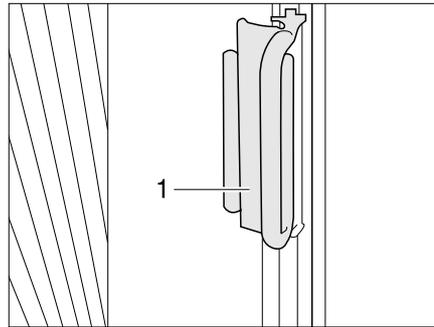

Bild 82 Griff faltverdünkung für die frontscheibe
- Die faltverdünkungen zu beiden seiten der frontscheibe jeweils am griff (Bild 82,1) fassen und vorsichtig zur mitte der frontscheibe hin zuziehen, bis der magnetverschluss die faltverdünkung geschlossen hält.